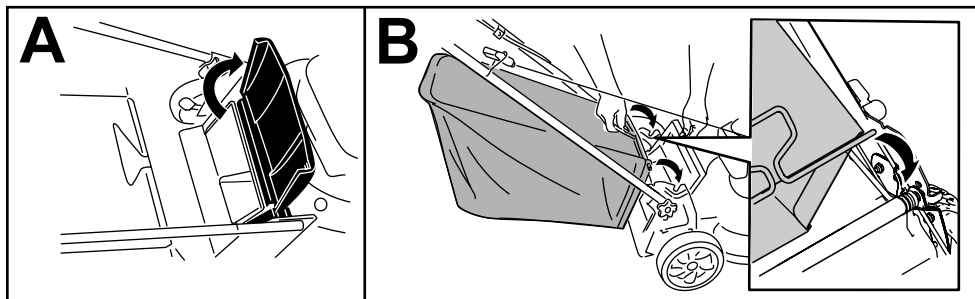

Figura 15
1. Ridicai i meninei ridicat deflectorul spate (A din Figura 15).
2. Instalai sacul pentru iarbă, având grijă ca tifturile de pe sac să rămână în fantele de pe suportul mânerului (B din Figura 15).